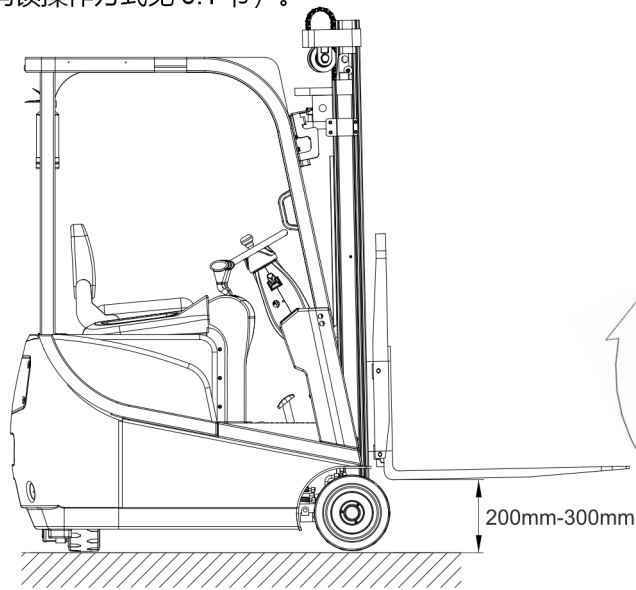

图 8-7 空载行驶示意图
- (1) 将货叉升高离地面 200-300mm（图 8-7 所示）；